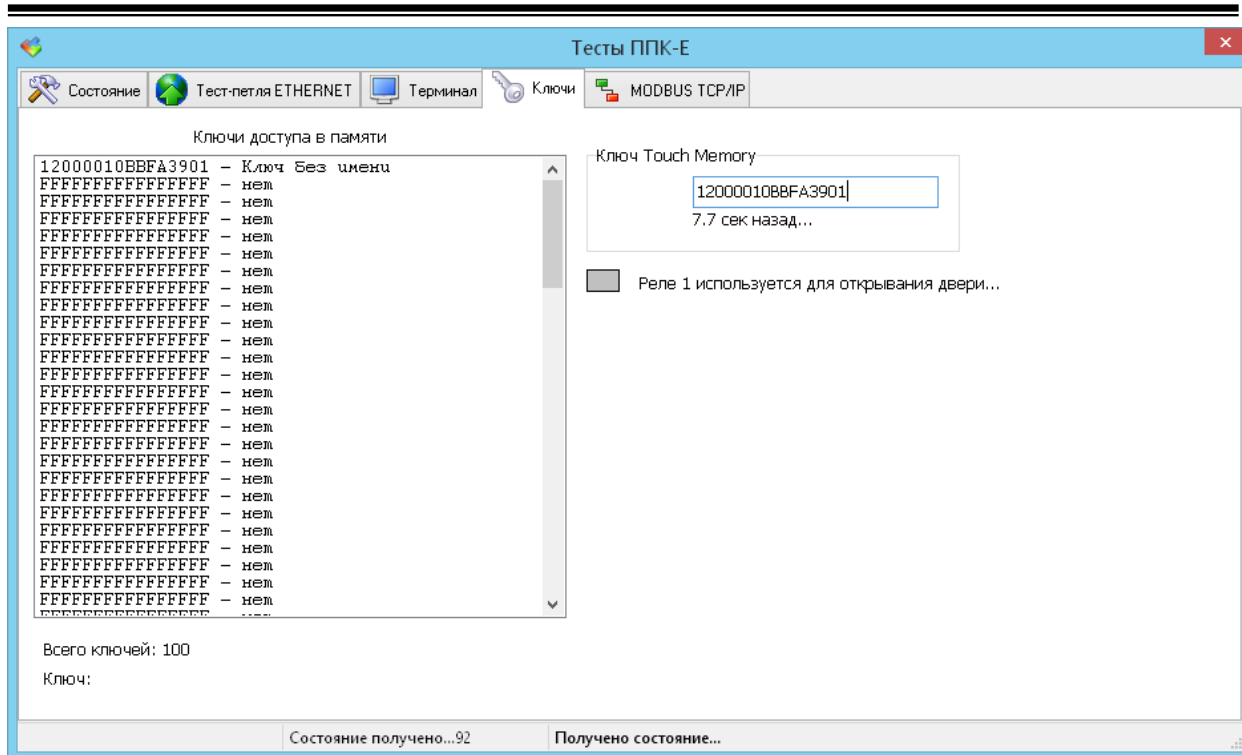

Рисунок 38 – Вкладка «Ключи» окна тестирования блока ППК-Е
7. Перейдите на вкладку «Ключи» щелкнув левой кнопкой мышки по соответствующей надписи в верхней части окна. Появится окно, приведенное на рисунке ниже (см. Рисунок 38).